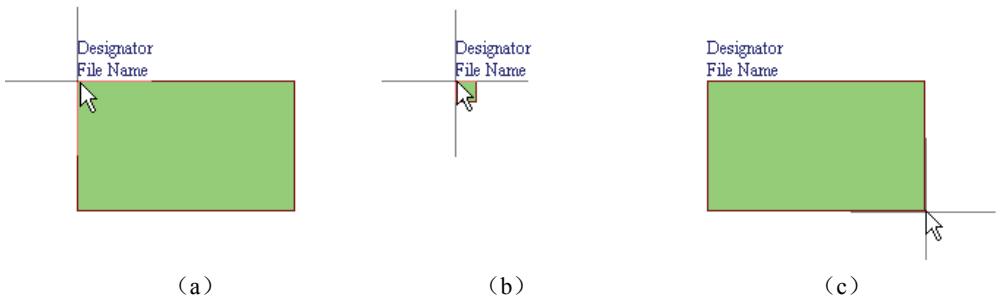

图 8-4 放置子图图框
(1) 执行菜单命令【Place】→【Sheet Symbol】或单击布线工具栏中的按钮，光标变为十字形并带有方框图形，如图 8-4（a）所示。
(2) 单击确定方框图符号的左上角，如图 8-4（b）所示，移动光标确定方块的大小，单击确定方框图形的右下角，如图 8-4（c）所示，一个子图图框就放置好了。